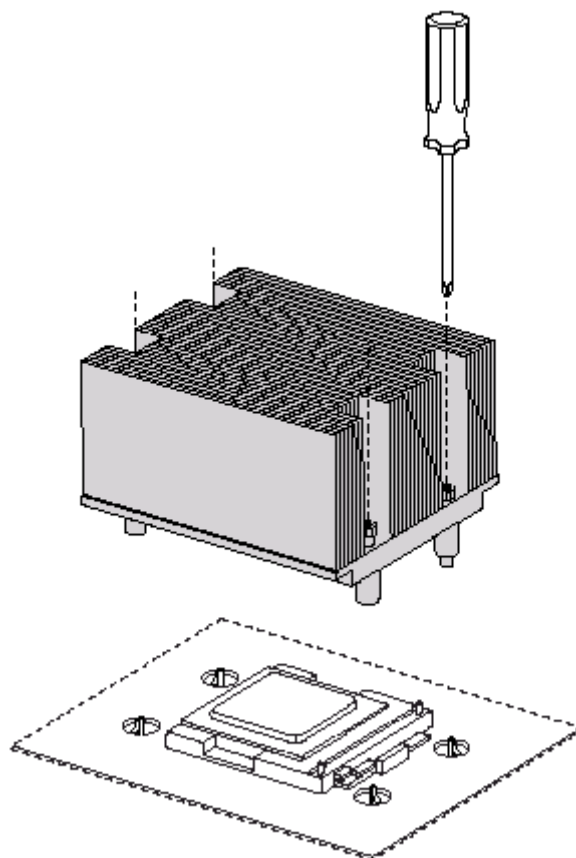

图5-8 安装散热片
1、将散热片安置在CPU上，然后用固定卡将散热片固定在风扇支架上。如图5-8。